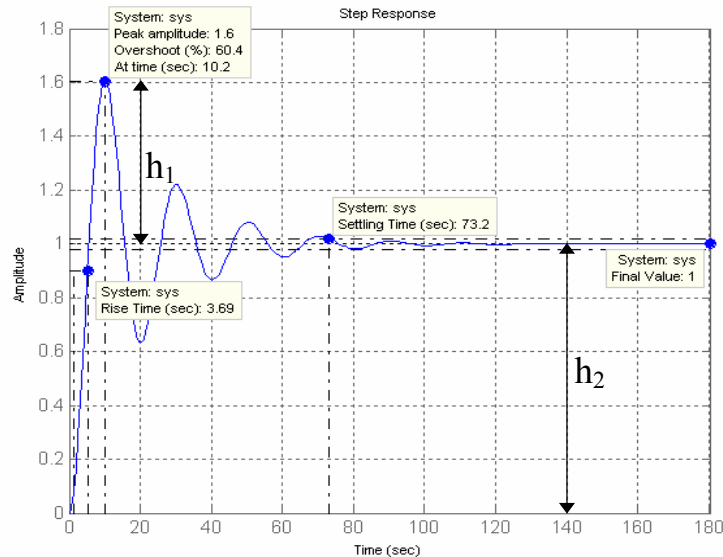

Figure. 3
Dans chacun des essais en Boucle Fermée (BF) que vous allez réaliser dans ce qui suit veuillez à relever à chaque fois les performances relatives à la régulation. En l'occurrence, l'erreur statique, le temps de réponse à 5%, le temps de montée, le dépassement ( $h_1/h_2$  [%]) (cf. figure. 3).